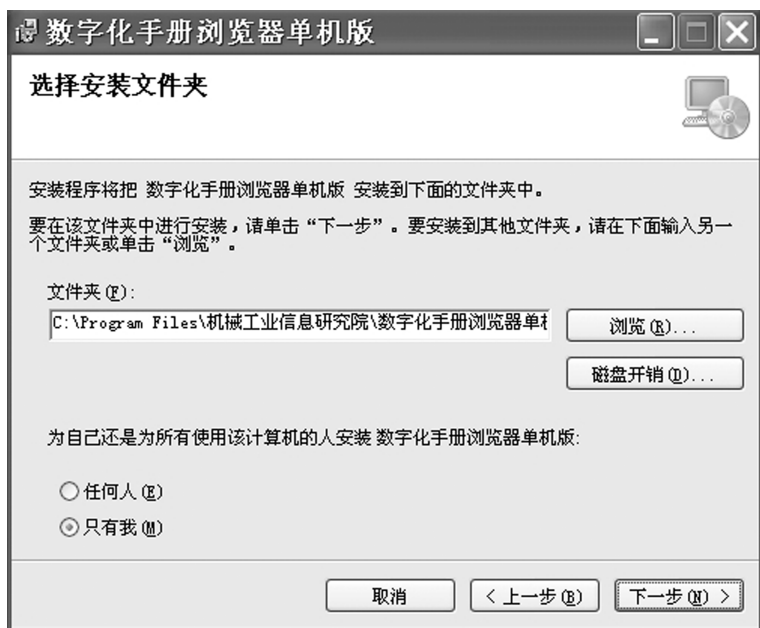

图 1-5 “选择安装文件夹”窗口
5) 进入图 1-5 所示的“选择安装文件夹”窗口。系统推荐的安装目录是 C:\Program Files\机械工业信息研究院\数字化手册浏览器单机版, 如果同意安装在此目录下,